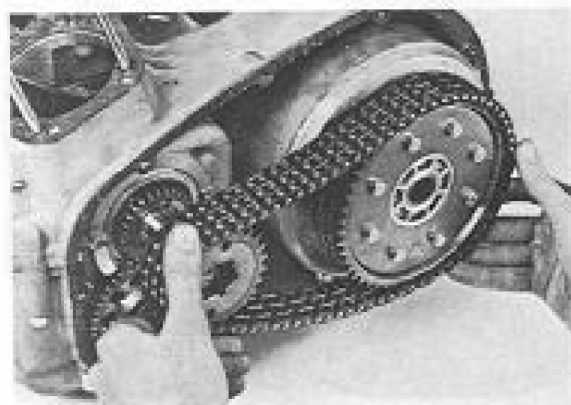

Fig. 79
- Sfilare a mano il complesso della trasmissione primaria (Fig. 79).
- Remove the complete primary drive assembly (chain-sprockets) (Fig. 79).